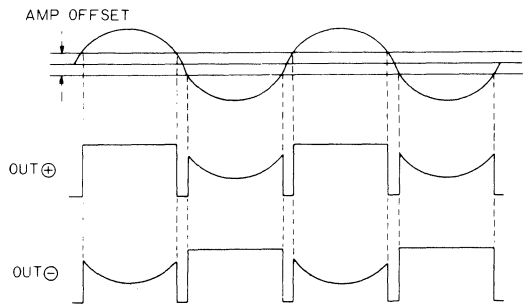

Fig.6
(3) 実際の出力波形は、Fig.6のようになります。出力が正から負へ切換わる期間はOPEN状態になります (これは、アンプにオフセットがあるためです)。よってこの期間は、IC側のインピーダンスが高くなるため、この間の出力波形は外付けによって決まります。一般的には、コイル負荷となるので、バックラッシュ電圧の発生を抑えるためコンデンサを接続します。